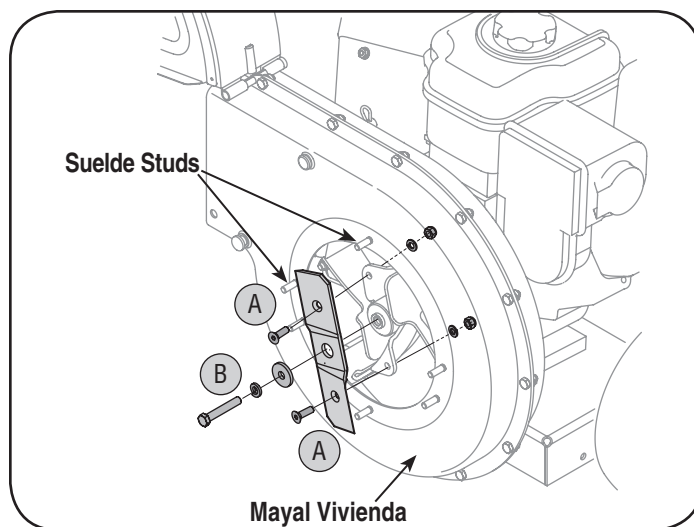

Figure 16
B. Saque el perno hexagonal, la arandela de seguridad y la arandela plana para liberar totalmente la cuchilla de la trituradora. Vea la Figure 16.